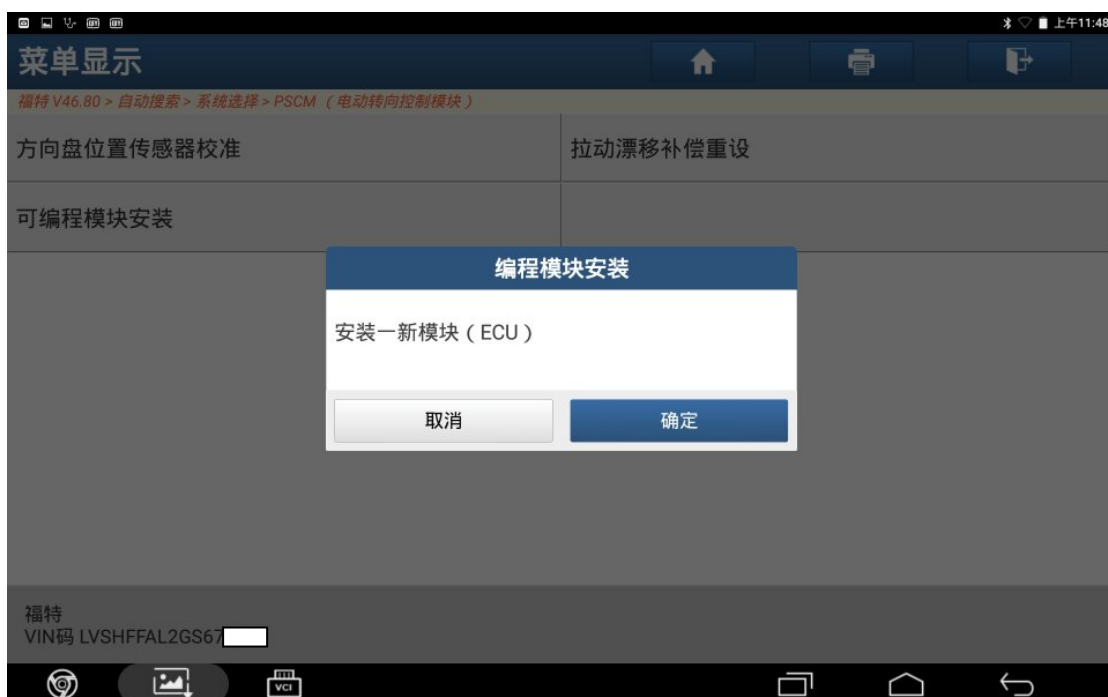

图 10
10). 安装一新的模块（ECU），点击“确定”，如图 10；